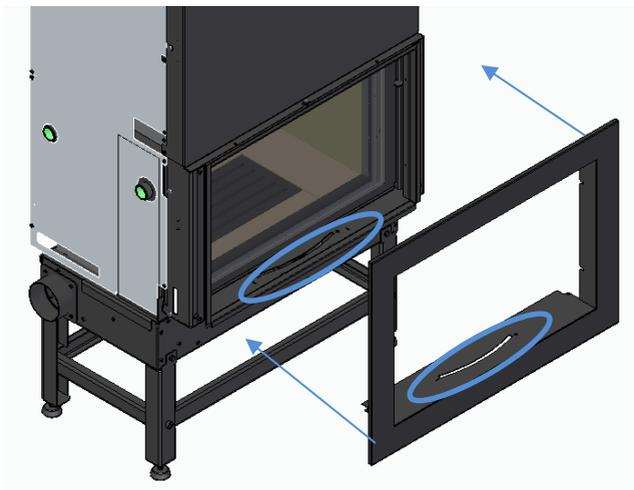

Figura 36
- b) Colocar o aro sobre o equipamento tal como se mostra na Figura 36. No caso dos modelos Trevi Eco 700, 850 e 1100, certificar-se de que os canais coincidem na parte interna inferior para poder regular a entrada de ar sem dificuldade.